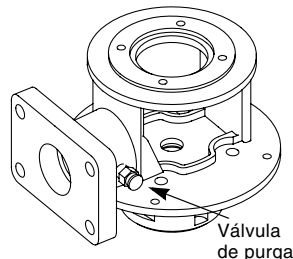

Fig. 10
2. Si la bomba lleva una válvula de purga, ésta debe abrirse, ver fig. 10.